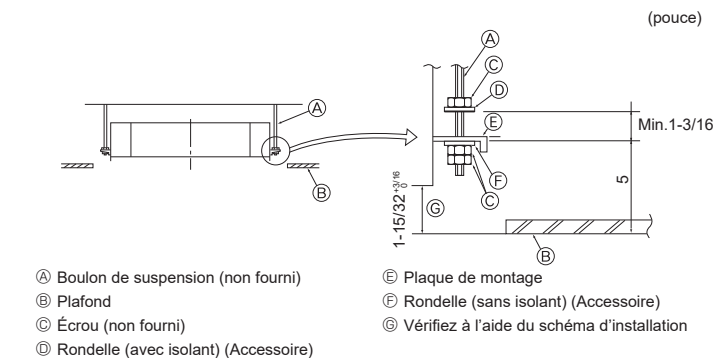

Fig. 2-5
① Structures en bois
② Structures en béton armé
2.5. Méthodes de suspension de l'appareil (Fig. 2-5)